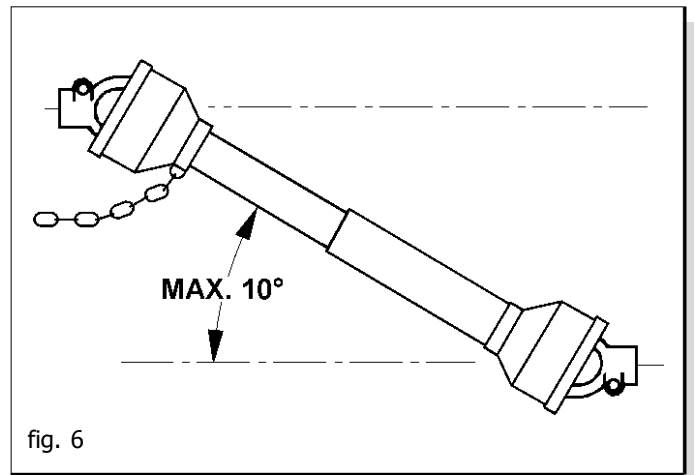

fig. 6
- 47) Disinserire, sempre, la presa di forza quando l'albero cardanico supera un angolo di 10 gradi (Fig. 6) e quando non viene usata.